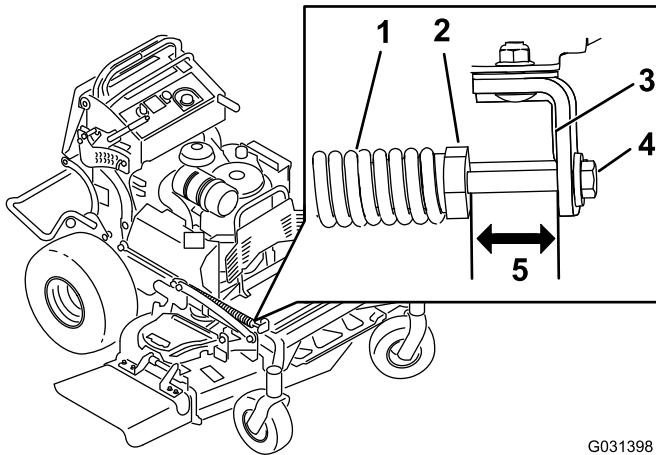

Bild 89
2. Prüfen Sie den Abstand zwischen der Federmutter und der Rückseite der geschweißten Befestigungshalterung (Bild 89).
3. Die Länge sollte zwischen 47 mm bis 50 mm liegen (Bild 89).
4. Stellen Sie ggf. den Abstand ein, indem Sie die Schraube an der Vorderseite der Befestigungshalterung einstellen (Bild 89).